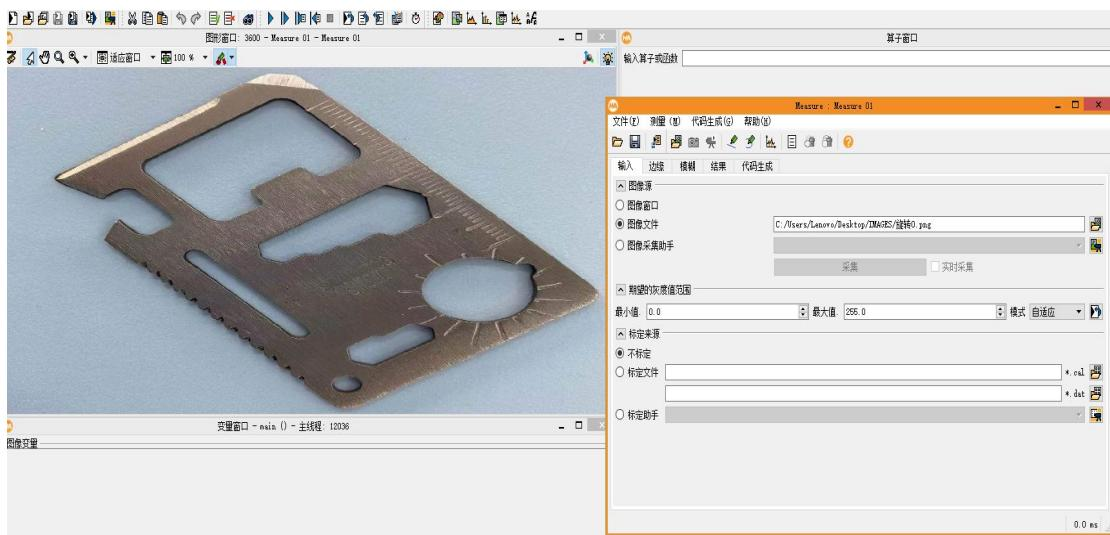

图 3-5 新的 Measure
- ① 打开 HALCON 测量助手，打开“打开新的 Measure”，读入图像（实验时可在线拍摄），如图 3-5。